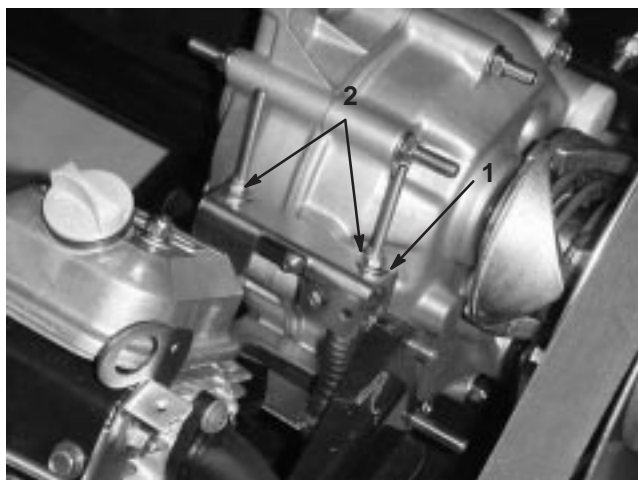

Bild 18
Wenn Sie regelmäßige Wartungsarbeiten und/oder eine Motordiagnostik durchführen, müssen Sie die Antriebsachse zunächst auf Neutral schalten (Bild 18). Der Schalthebel weist eine Neutralstellung auf, die den Leerlauf der Antriebsachse bestimmt. Treffen Sie die folgenden Maßnahmen, um sicherzustellen, dass der Schalthebel in der Neutralstellung die Antriebsachse auch richtig auf Neutral schaltet:
2. Achten Sie darauf, dass die Neutralhalterung in der Neutral-Stellung (Hebel) ist. Drehen Sie hierfür die Antriebskupplung (Bild 18). Das Fahrzeug sollte nicht vorwärts- oder rückwärtsrollen. Wenn sich das Fahrzeug bewegen lässt, schieben Sie die Neutralhalterung in die Neutral-Stellung.
3. Ziehen Sie eine der Sicherungsmuttern (Bild 18) nur so weit fest, dass das Spiel aus dem Schaltzug entfernt wird.